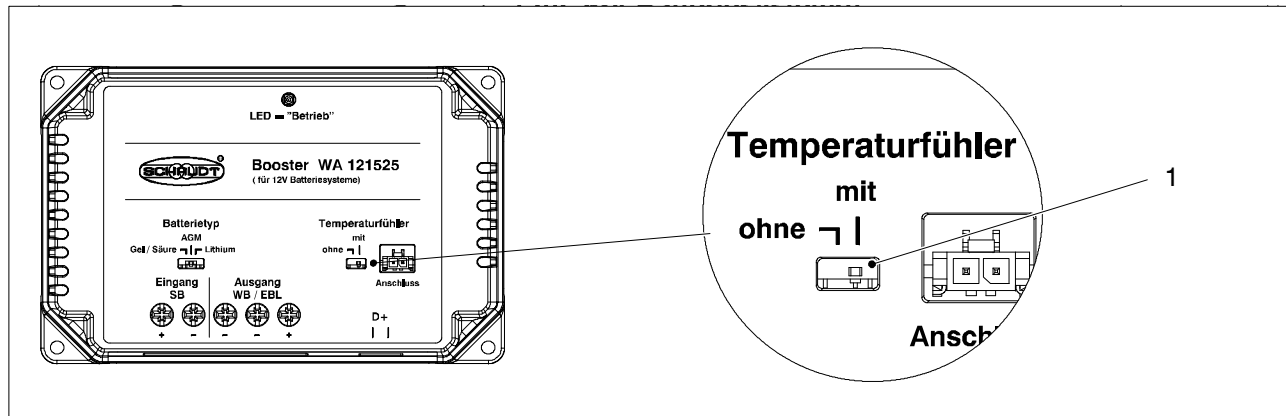

Bild 7 Temperaturfühler: Anschluss und Einstellung
- Stecker am Booster einstecken (Bild 7, Pos 1).
- Schiebeschalter am Booster einstellen (Bild 7, Pos 2):
Bei angeschlossenem Temperatursensor: Kabel des Sensors unterbrochen.	Stecker Temperaturfühler abziehen und Schalter Bild 7 Pos. 2 in Position "ohne" stellen; danach Kundendienst aufsuchen.